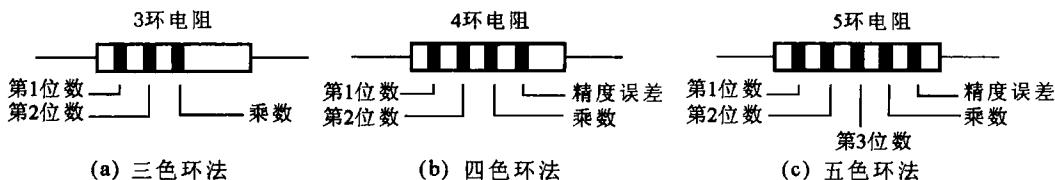

图 1-11 电阻的标注方法
①对 12 种颜色各赋予 3 种数量含义,如表 1-3 所示。例如,红色或者表示数值 2,或者表示数量 100,或者表示 $\pm 2\%$ 。
②标注方法有三色环法、四色环法和五色环法,如图 1-11 所示。